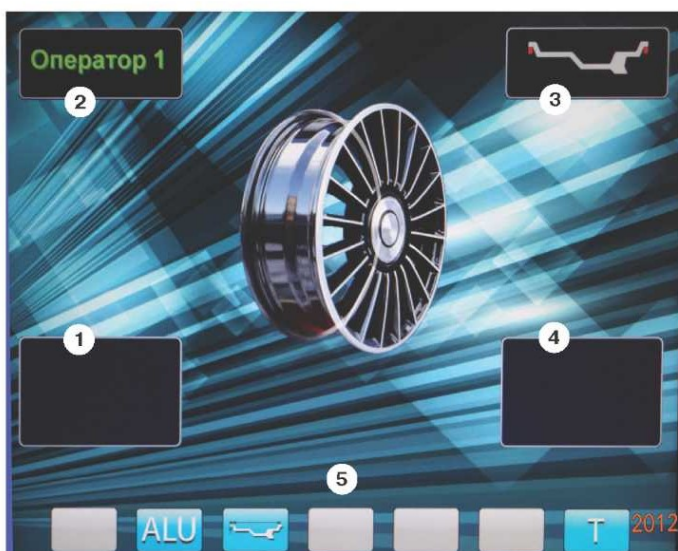
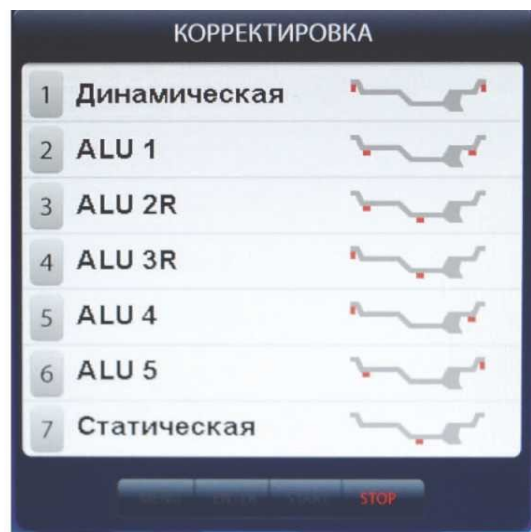

рис.8.2.
рис.11.3.
8.3. После включения питания СБ на экране монитора отображается фирменная заставка, которая через несколько секунд сменяется отображением экрана основного рабочего режима (рис. 8.2).
Для выбора схем расположения грузов в программах «ALU1-ALU5» необходимо, находясь в режиме основного рабочего экрана, нажать кнопку «ALU», при этом открывается окно схем установки грузов, отмеченных номерами рис.11.3. Если после введения размеров колеса установился экран ввода геометрических параметров, необходимо перейти в экран основного рабочего режима нажатием кнопки «STOP». Для выбора нужной схемы нажмите кнопку верхнего ряда клавиатуры с соответствующим номером. Выбранная схема установки грузов отображается в окне 3 экрана основного рабочего режима (рис. 8.2).
12.2. При включении СБ программа измерения дисбаланса настраивается таким образом, что дисбаланс менее 5г (заводская установка) на любой плоскости коррекции не показывается, в этом случае в окнах 1 и 4 (рис. 8.2)